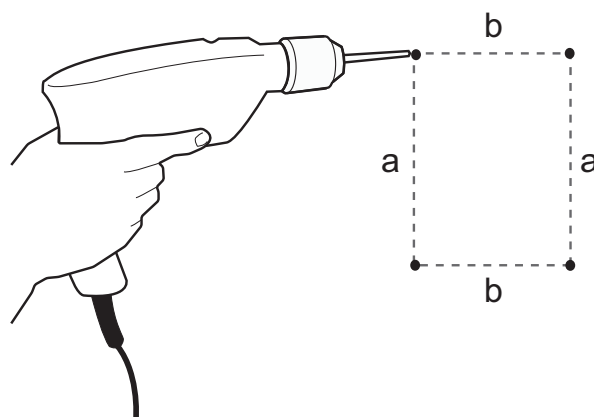

Fig. 5 Perçage des orifices dans le mur
1. À l'aide du gabarit de perçage, marquer l'emplacement des orifices pour le montage. Voir fig. 5.
2. Percer les orifices. Voir fig. 5.